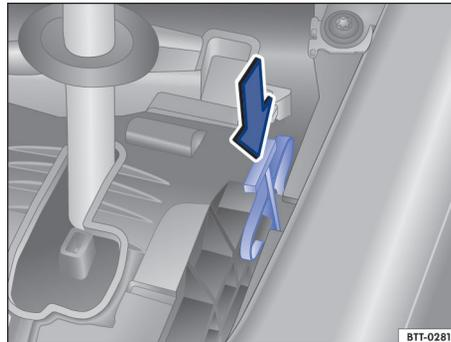

Fig. 179 Desbloqueo de emergencia de la palanca selectora.
- Presione la palanca de desbloqueo ⇒ fig. 179 en el sentido de la flecha y manténgala en esa posición.